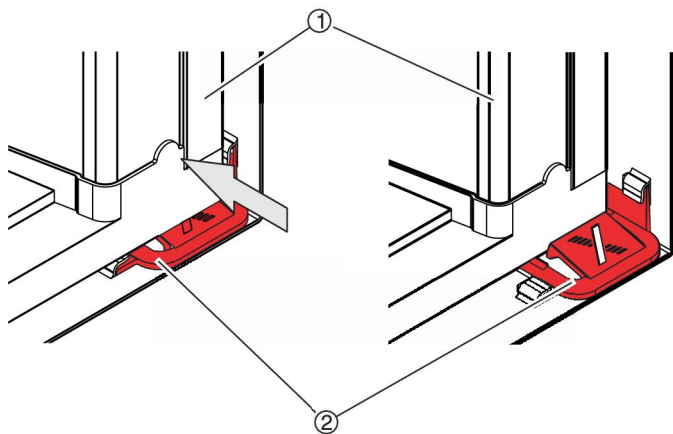

Abb. 56: Filterelement einrasten
6. ▶ Das Filterelement ( Abb. 56 /1) über die Klemmen ( Abb. 56 /2) weiter einschieben, bis das Filterelement hörbar einrastet.